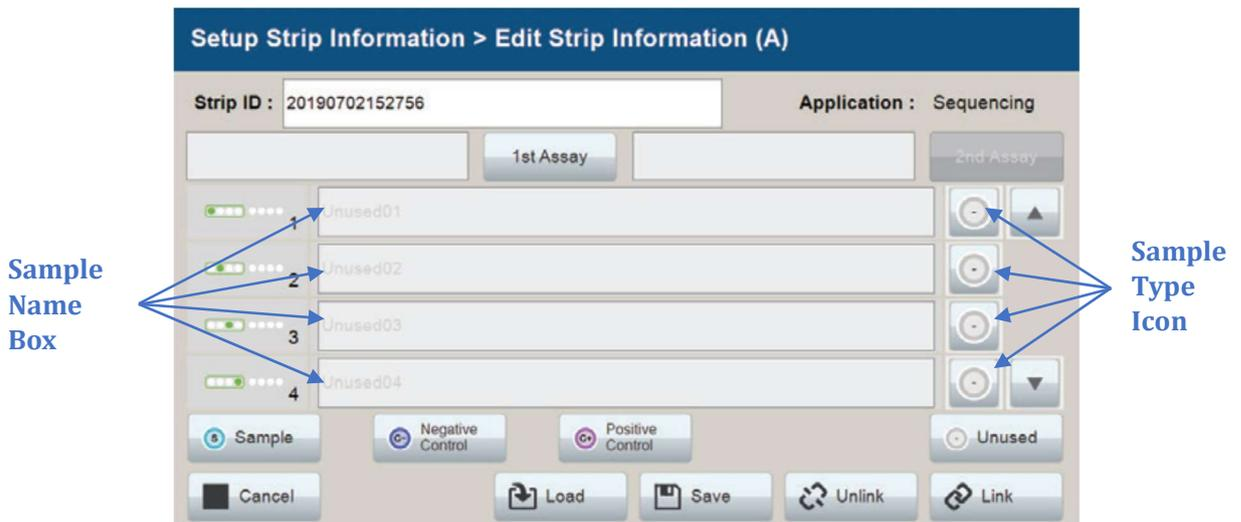

図 82 Edit Strip Information 画面
- b. Setup Strip Information 画面は、Sample Information と Strip ID の 2 つのセクションに分かれています。サンプルカートリッジ内のストリップの位置に対応したレーン (A,B,C,D) のアイコンを選択し、ストリップ内のサンプルの名前を入力してください。選択したレーンの Edit Strip Information 画面 (図 82) が開きます。
Setup Strip Information (図 81) 画面で希望するレーン (A,B,C,D) を選択すると、そのレーンの Strip ID、Run assay、sample name、sample type を指定するフィールドが Edit Strip Information 画面 (図 82) に表示されます。ストリップの各ウェルは画面の左側に表示されます。ストリップの最初のインジェクションセット (ウェル 1-4) が画面に表示されます。画面右側の矢印で、次のインジェクションセット (ウェル 5-8) にスクロールできます。ストリップ情報は、以下のようにこの画面から手動で入力するか、保存された記録からロード/インポートすることも可能です。